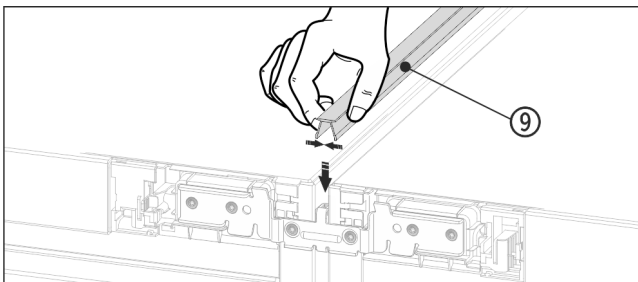

Fig. 20
- În partea superioară presați profilul de mascare Fig. 20 (9) scurt în fanta orizontală.